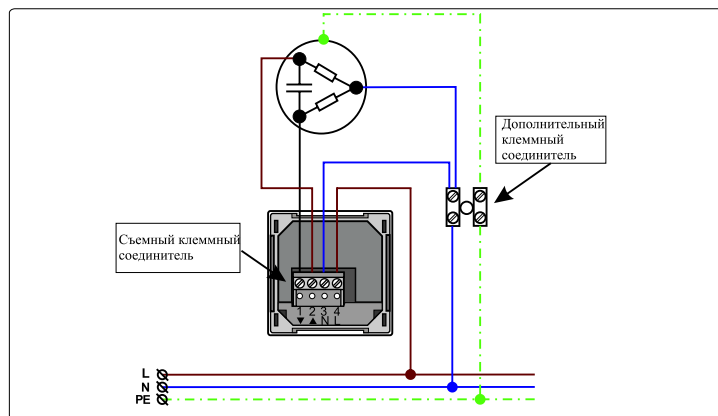

Рисунок 3. Типовая схема подключения
- Ознакомиться с типовой схемой подключения (см. рис. 3).
- Подключить синий (голубой) провод привода («нейтраль») с помощью дополнительного клеммного соединителя к «нейтральной» питающей сети (см. рис. 3).
- Отсоединить съемный клеммный соединитель устройства (см. рис. 3).
- Подключить провод направления ВВЕРХ электропривода к контакту 2 устройства (см. рис. 3).
- Подключить провод направления ВНИЗ электропривода к контакту 1 устройства (см. рис. 3).
- Подключить к контакту 3 устройства «нейтраль» питающей сети ~230 В (см. рис. 3).
- Подключить к контакту 4 устройства «фазу» питающей сети ~230 В (см. рис. 3).